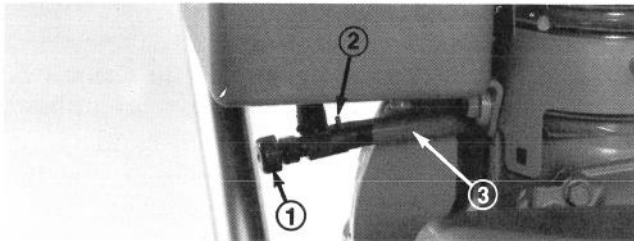

Figure 23
1. Fermez le robinet d'arrêt de l'essence, situé sous le moteur (Fig. 23).
3. Desserrez les pinces qui attachent le conduit d'alimentation sur le robinet d'arrêt, puis enlevez ce conduit du robinet (Fig. 23).